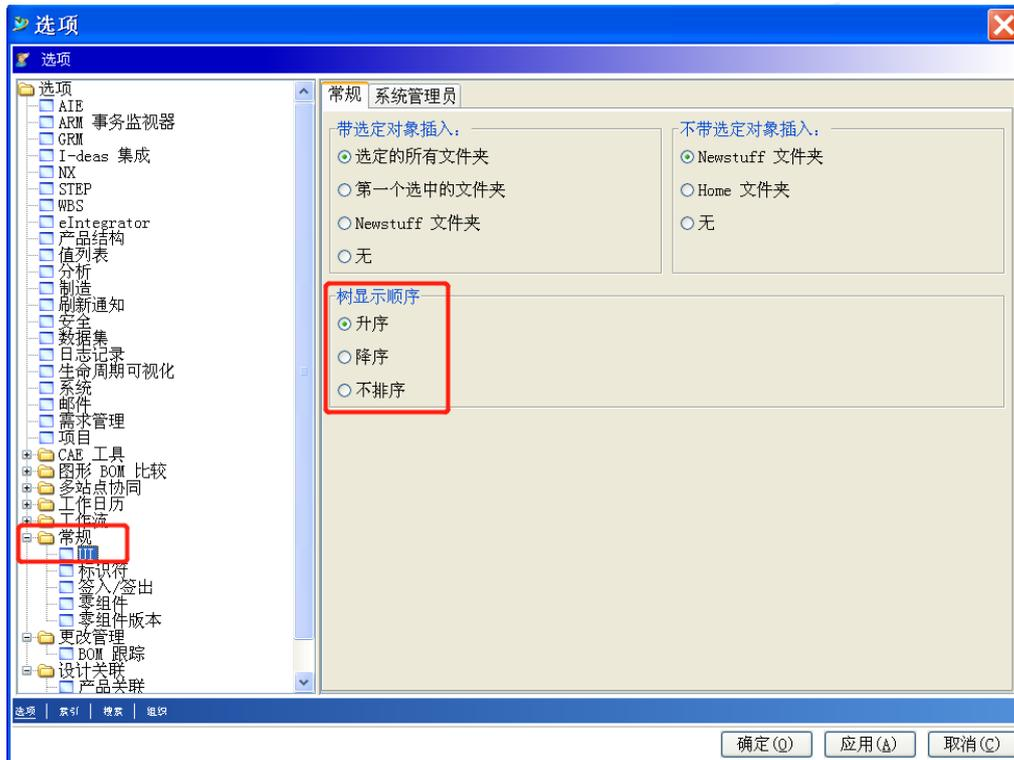

图 3
2、在弹出的“选项”对话框左侧选择“常规”，在“常规”栏目里选择“UI”，随后在对话框右侧“树显示顺序”里选择排序方式，这里选择“升序”，如图 3 所示。